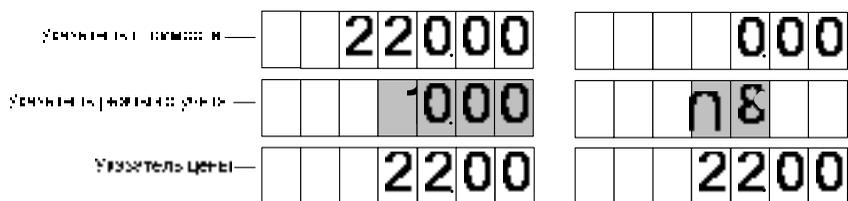

Рисунок 5
9.2 Для выдачи топлива необходимо задать дозу с системы управления. Когда устройство будет готово к отпуску топлива, в средней строке табло мигающими символами отобразится величина *заданной* дозы, а в случае отпуска "до полного бака" – символы "ПБ" (рисунок 5). Это дает клиенту удобный способ определить, когда можно начать заправку, а также убедиться, что задано именно то количество топлива, которое он заказывал. Одновременно блок управления подает управляющее напряжение на реверсивный магнитный пускатель, подключающий электродвигатель к тому или иному ПЧ. Для запуска налива необходимо снять раздаточный кран или подать команду "Пуск" с системы управления, после чего значения стоимости и объема на табло обнуляются. С этих пор на табло отображается *отпущенная* на текущий момент доза.